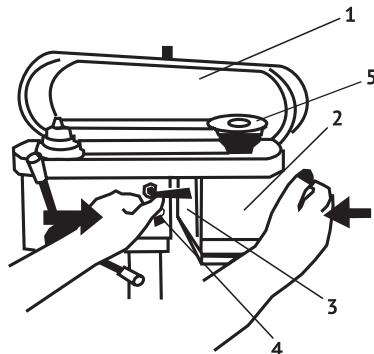

рис. 6
- открыть крышку кожуха ремня (рис.6 поз.1), открутив винт;
- ослабить пружину, открутив винт фиксации (рис.6 поз.4);
- вручную сдвинуть двигатель (рис.6 поз.2) с платформой (рис.6 поз.3) и
шкивом ведущим (рис.6 поз.5) влево для ослабления ремня;
- зафиксировать положение двигателя с платформой винтом (рис.6 поз.4);